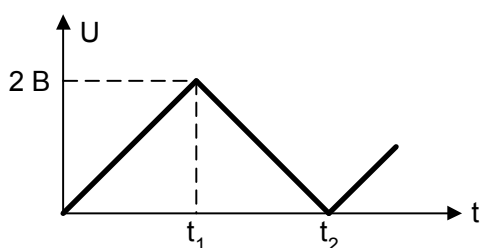

Рис. 38
5.29. Для экспоненциального усилителя (рис. 38) найти выходное напряжение при условии $I_{o0} = 1$ мкА, $R = 20$ кОм, $U_{ex} = 0,16$ В.